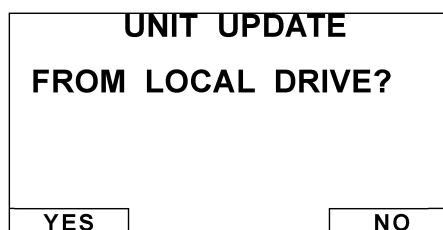

図 4.5.1-1 オペレーティングシステムのアップデート画面
10. **FUNCTION** キーを押したまま、電源キーを押します。オペレーティングシステムのアップデート画面(図 4.5.1-1 参照)が表示されます。